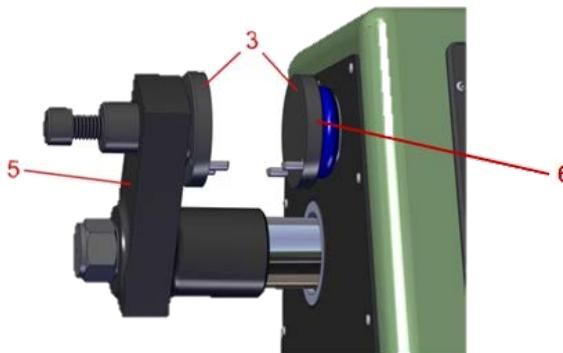
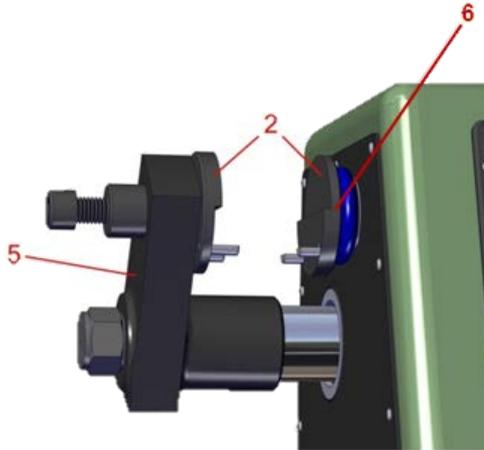

Abb. 5.1.3
Abb. 5.1.4
Korrekte Montage/Sitz der Klemmen für die Druckfestigkeitsprüfung, siehe Abb. 5.1.3. Korrekte Montage/Sitz der Klemmen für die Scherfestigkeitsprüfung, siehe Abb. 5.1.4.
3. Legen Sie vorsichtig eine vorbereitete Sandprobe von 50 mm x 50 mm (2 "x 2") zwischen die Kompressionsklemmen. Die Sandprobe sollte auf den vier (4) Positionierungsstiften an der Unterseite des Zubehörs für den Kompressionsclip aufliegen. Die Oberfläche der Sandprobe auf dem Wischpfosten muss an der Klemme anliegen, die an der stationären Klemme befestigt ist. (Abb. 5.1.4, Pos. 6)